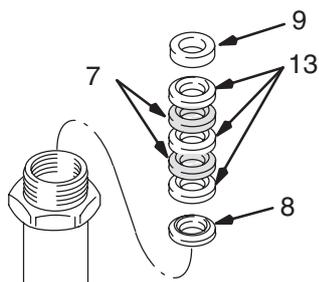

Fig. 20
Fig. 20 y lista de piezas. Coloque el casquillo macho (8) en el cilindro. Apile alternadamente empaquetaduras de polietileno (13) y de cuero (7) (rebordes dirigidos hacia abajo). Después coloque el casquillo hembra (9) en la parte superior del cilindro. Asiente las empaquetaduras.